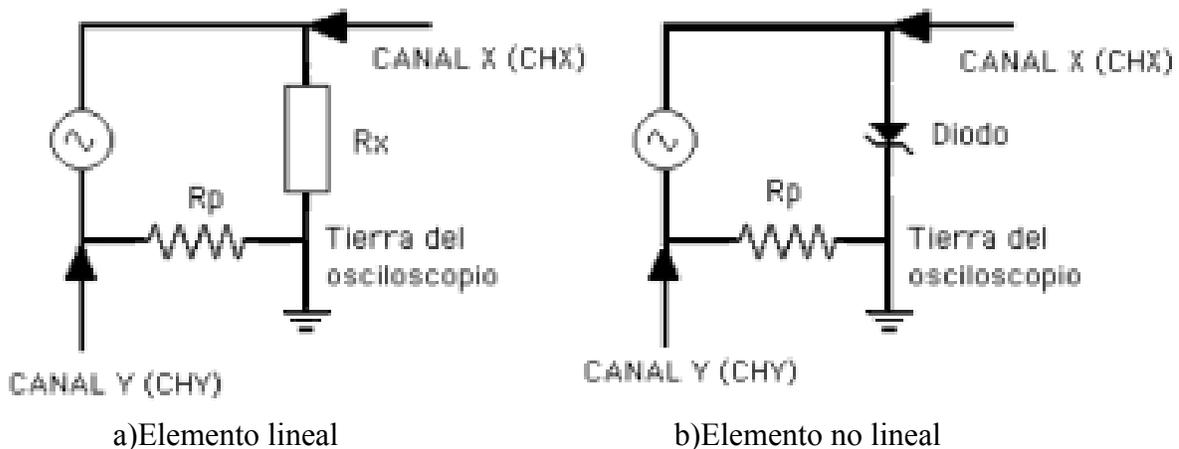

Figura 5.1.- Circuito para determinar las características I-V de elementos de dos terminales.
- 2.- Después de observar la Figura 5.1, responda las siguientes preguntas:
- c) ¿Qué polaridad (positiva o negativa) va a tener la señal aplicada al canal Y (vertical) en el circuito de la Figura 5.1.a, y qué polaridad va a tener la señal aplicada al canal X (horizontal)?
- 3.- En el Prelaboratorio su profesor le indicará los valores que debe utilizar en los circuitos de la Figura 5.1, tanto para los componentes como para los valores pico del generador de funciones. Calcule la potencia máxima que van a disipar las resistencias especificadas.
- 2.- Monte el circuito de la Figura 5.1.a con los valores indicados por su profesor en el Prelaboratorio. El objetivo es determinar la característica corriente-voltaje de  $R_x$ , por lo que en principio el verdadero valor de la resistencia  $R_x$  es "desconocido". La resistencia de protección  $R_p$  se supone conocida. Determine su verdadero valor con el multímetro digital y regístrelo en la siguiente tabla, segunda columna, para luego poder realizar cálculos de corriente en forma indirecta.
osciloscopio digital y registre dichos valores en la siguiente tabla. Aplique dicha señal a su circuito y conecte ahora las puntas de prueba de su osciloscopio de la manera indicada en la Figura 5.1.a. **Recuerde que el osciloscopio DEBE ESTAR FLOTANDO.** Como primer paso, observe las señales en ambos canales simultáneamente, utilizando la base de tiempo del osciloscopio. Observe que, de acuerdo con la convención utilizada generalmente, la polaridad de la señal del canal CHX es positiva, mientras que la señal del canal CHY es negativa. Active el control de inversión de esta señal en el osciloscopio para tener ambas señales con polaridad positiva. Mida el voltaje pico de dichas señales y regístrelo en la siguiente tabla.
8.- Monte el circuito de la Figura 5.1.b con los valores indicados por su profesor en el Prelaboratorio.
10.- Retire los instrumentos DC de su circuito. Como en el caso anterior, seleccione en el generador de funciones una señal sinusoidal de magnitud 10 Vpico y frecuencia alrededor de 1kHz. Aplique dicha señal a su circuito y conecte ahora las puntas de prueba de su osciloscopio de la manera indicada en la Figura 5.1.b. **Recuerde que el osciloscopio DEBE ESTAR FLOTANDO.** Como primer paso, observe las señales en ambos canales simultáneamente, utilizando la base de tiempo del osciloscopio. Ahora tiene en la pantalla señales periódicas, pero no sinusoidales. Invierta el canal CHY en el osciloscopio para tener ambas señales con polaridad positiva.
11.- A continuación seleccione la **presentación XY** y realice los siguientes ajustes en su osciloscopio: Coloque el acoplamiento GND en ambos canales y ubique el punto en el centro de la pantalla. Coloque el selector de acoplamiento de ambos canales a **DC**, ya que para observar correctamente la característica corriente-voltaje de un dispositivo hay que incluir las componentes DC y AC. En la pantalla aparecerá la característica corriente-voltaje del elemento no lineal. Para mejorar la imagen, modifique la frecuencia del generador de funciones hasta obtener la gráfica mas nítida posible. Dibújela en papel milimetrado, tome una foto de la pantalla del osciloscopio o archívela en su pen drive, registrando cuidadosamente el tipo de acoplamiento utilizado (DC) y las escalas tanto del amplificador vertical como del horizontal. Anote sus observaciones.